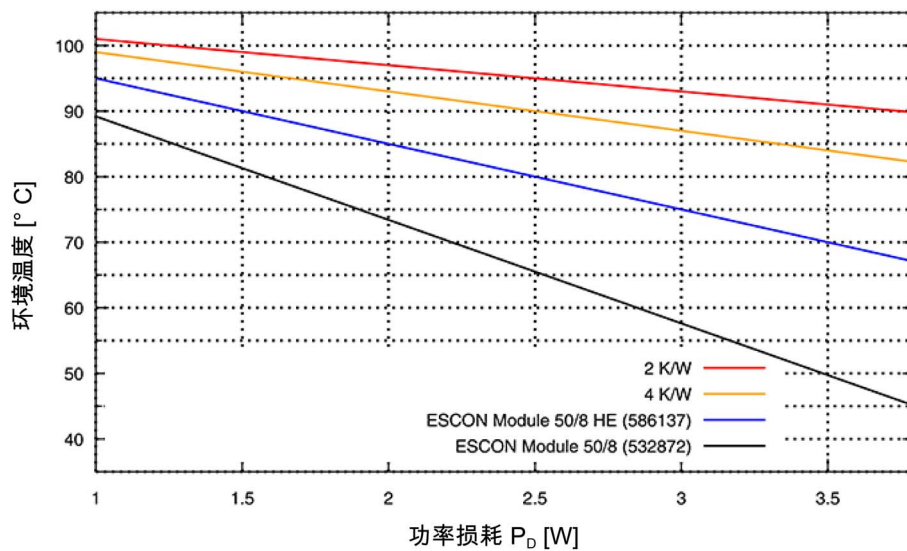

图 2-2 环境温度降低额定功率 / 所需的散热器
扩展范围 *1)	6000 ~ 10000 m MSL 降低额定功率: 环境温度 (→ 图 2-2) 减去 11 °C
3) → 图 2-2